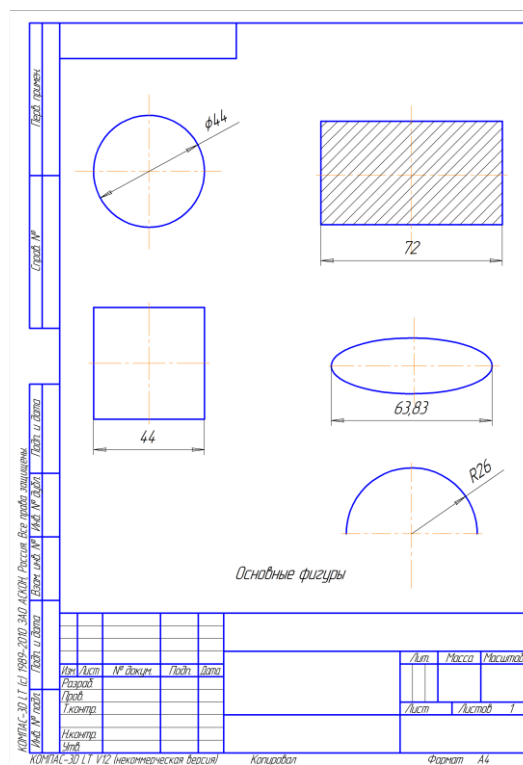

Рис. 3. Построение основных геометрических фигур
7. **Выполнить пункты 4-6** относительно геометрических фигур Прямоугольник, Квадрат, Эллипс и Дуга (рис. 3).